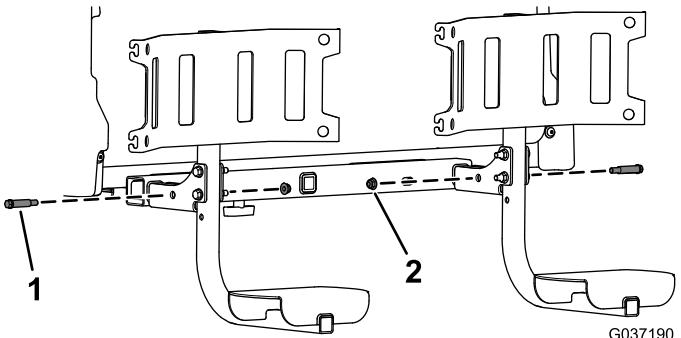

Рисунок 10
10. Закрепите крепления баков для мусора в сборе на трубах рамы баков для мусора при помощи двух винтов с буртиками (3/8 x 5/8 дюйма) и двух фланцевых гаек (3/8 дюйма), как показано на Рисунок 10.